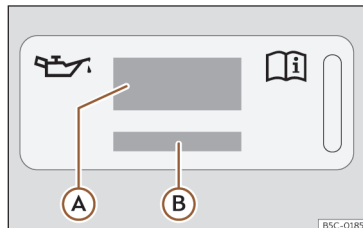
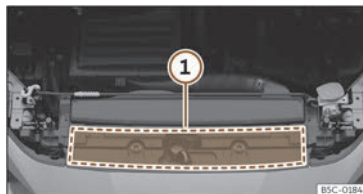

Fig. 227 În compartimentul motor: eticheta cu ulei de motor
Fig. 228 În compartimentul motor: zona unde se află eticheta cu uleiul de motor
Explicație pentru >>> **fig. 227**:
Dacă este necesară completarea cu ulei de motor, utilizați numai uleiurile indicate pe etichetă >>> **fig. 227**. Eticheta cu standard prevăzut este amplasată în partea din față a compartimentului motor >>> **fig. 228** **1**. Dacă utilizați uleiul de motor recomandat, puteți completa uleiul ori de câte ori este necesar.
- Dacă lipsește eticheta cu specificațiile uleiului de motor >>> **fig. 227**, contactați un atelier specializat.